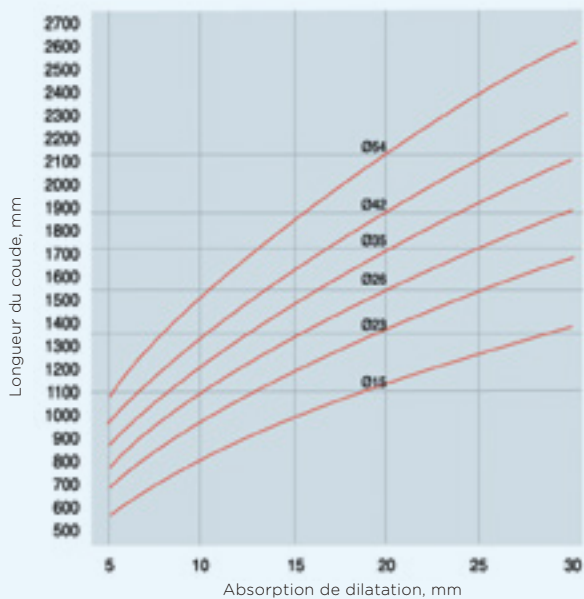

Fig. 10: Détermination de la longueur du coude pour le compensateur de dilatation de coude en Z.
- Calcul de la longueur du coude (cas du compensateur fig. 10. Détermination de la longueur du coude pour le compensateur de dilatation de coude en Z).